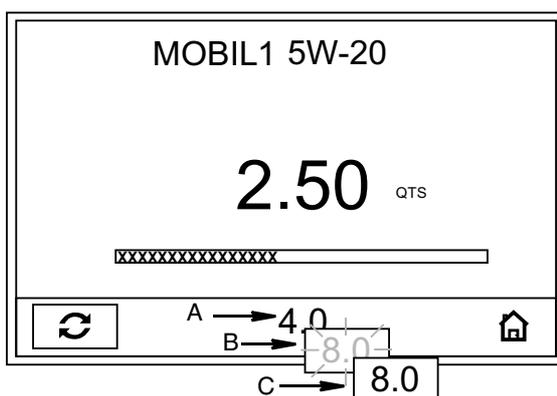

FIG. 23
Par exemple, sur la FIG. 23 (ci-dessous), la quantité préréglée initiale à distribuer (A) était 4,0 qts. La quantité a été augmentée à 8,0 quarts et, parce qu'elle n'a pas été confirmée, elle clignote à l'écran (B). Une fois ce changement confirmé par l'utilisateur en appuyant sur le bouton ENTRÉE du milieu du clavier numérique, la nouvelle quantité à distribuer ne clignote plus et est maintenant configurée à 8,0 quarts (C).